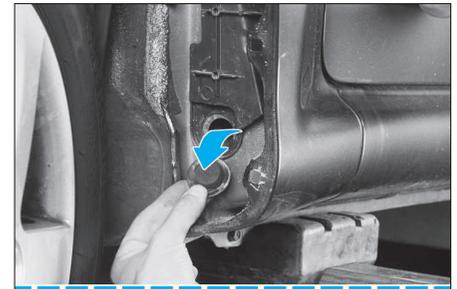

FIG. 14
- Dégrafer en (A) l'élément de fermeture (2) (Fig.14).